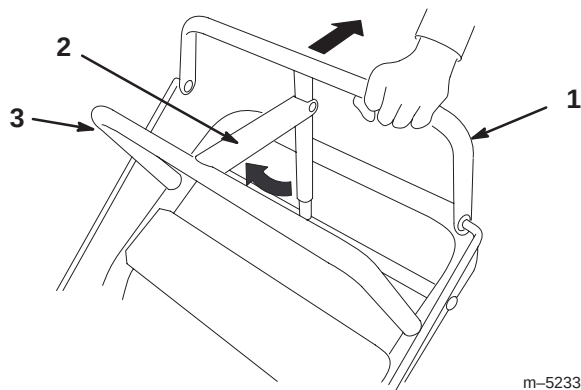

Bild 14
1. Ziehen Sie den oberen Antriebsbügel (Bild 14) zurück und halten Sie ihn in dieser Stellung.
2. Heben Sie den Feststellbremsriegel (Bild 14) hoch und lassen den oberen Antriebsbügel langsam los. Der Bremsriegel sollte in der aktivierten (gesperrten) Position bleiben.
1. Ziehen Sie den oberen Antriebsbügel zurück (Bild 14). Senken Sie den Feststellbremsriegel in die gelöste Stellung ab.